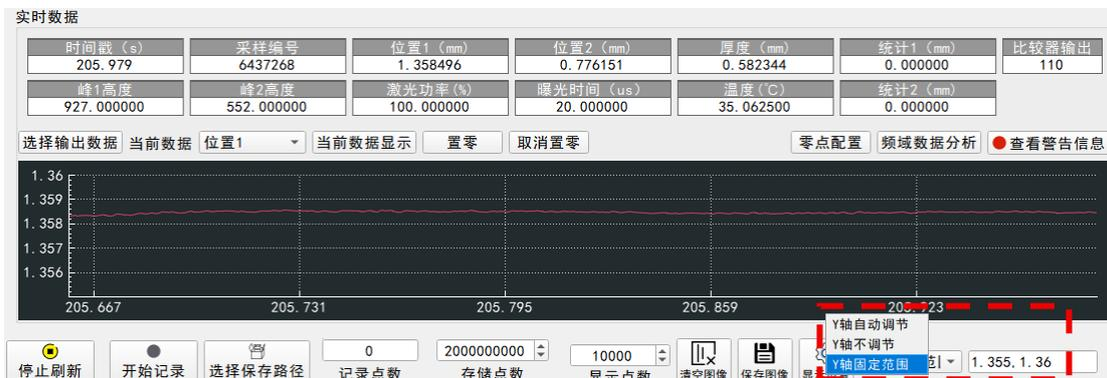

图 5-4 实时数据窗口
- Y 轴自动调节/Y 轴不调节/Y 轴固定范围，选择“Y 轴自动调节”时，数据图窗自动调整“当前数据下拉列表框”中数据到图窗可显示范围内；选择“Y 轴不调节”时，用户可通过鼠标对数据图窗进行缩放；选择“Y 轴固定范围”时，可自由设置窗口中 Y 轴可显示范围的起终点，例如图 5-4 中的：1.355,1.36（英文逗号）。